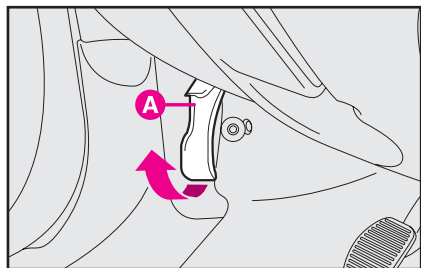

рис. 133
- 1) Потяните в направлении стрелки желтый рычаг **A** (рис. 133).